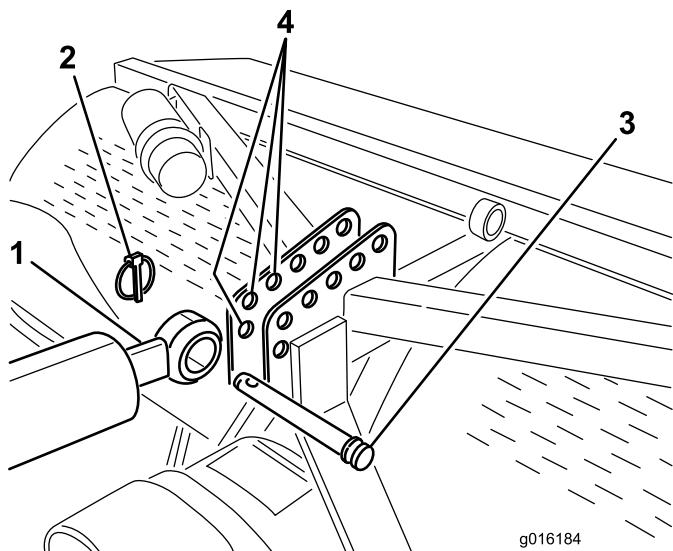
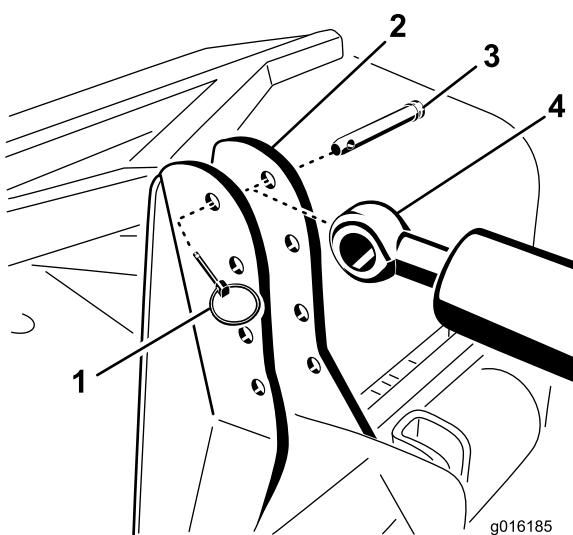
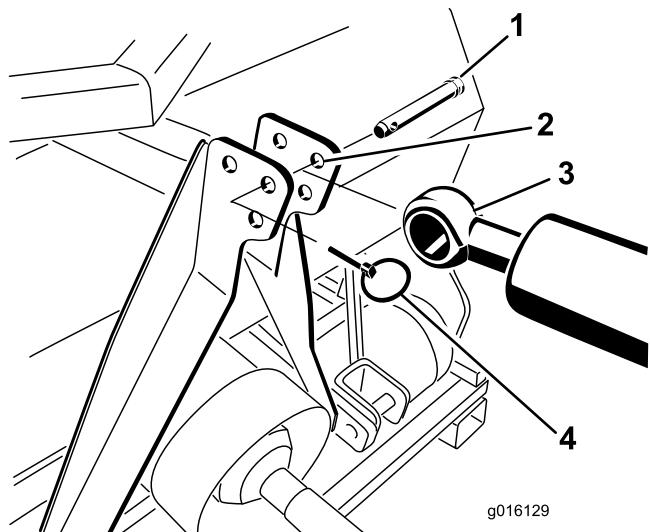

Figura 6
Figura 7
Figura 8
- Fixe a extremidade da barra do braço superior hidráulico ao furo mais avançado possível no suporte do arejador com o pino de articulação e o pino de sujeição (Figura 6, Figura 7 ou Figura 8).